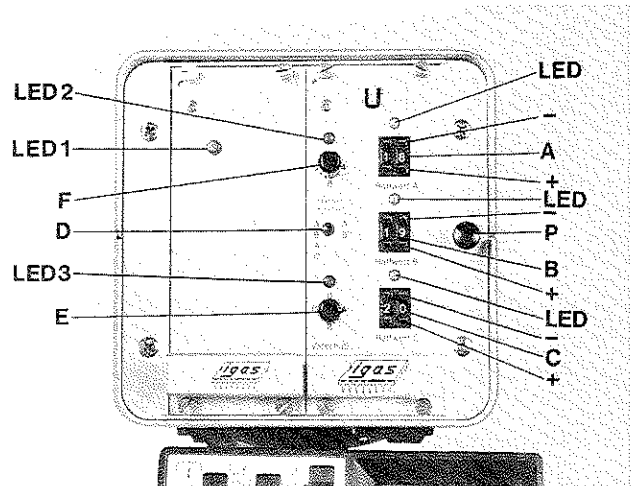

Fig. 15
- 4.4 Stellen Sie bei Bedarf den Drehschalter (E, Fig. 15) vor oder zurück um die unter den Drückerfuß zu transportierende richtige Bandlänge zu erhalten.
Tape tension set under (A, Fig. 15) is on.
3. If required, select with push button (P, Fig. 15) the tape tension set under (B and C, Fig. 15).
Die unter (A, Fig. 15) eingestellte Bandspannung ist eingeschaltet.
3. Wählen Sie bei Bedarf mit dem Druckknopfschalter (P, Fig. 15) die unter (B oder C, Fig. 15) eingestellte Bandspannung an.